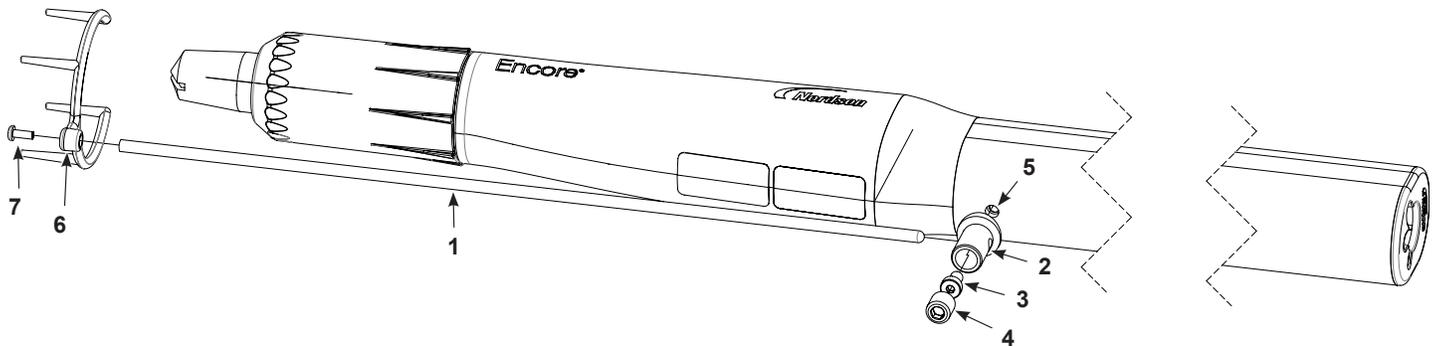

Figura 3-6 Installazione del collettore di ioni - Pistola a spruzzo con montaggio su tubo (per chiarezza, alcuni pezzi non sono illustrati)
1. Vedi Figura 3-6. Fissare lo stelo (2) alla piastra di messa a terra con la vite M5 X 10 (3).
2. Inserire l'asta del collettore (1) nello stelo e fissarla con la vite di arresto con punta di nylon M10 x 10 (4).
3. Applicare la punta multipunto (6) all'asta del collettore con la vite M3 x 8 (7). Serrare la vite M3 a 6 in-lb (0,6 N•m).